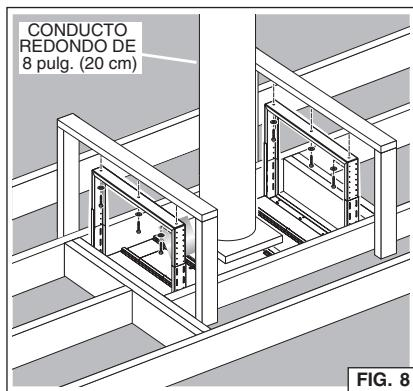

FIG. 8
4. En el anillo de descarga del ventilador, conecte los conductos que extraen el aire hacia la descarga exterior. Fig. 8.